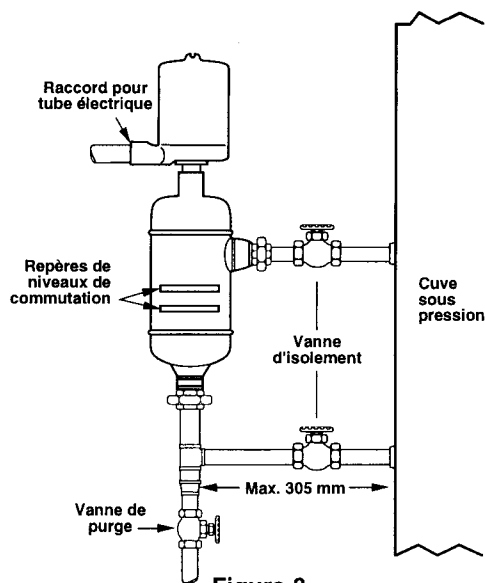

Figure 3
La figure 3 illustre une installation typique d'un appareil Magnetrol Série 75 sur une cuve sous pression. Les repères indiqués sur l'appareil indiquent les trois niveaux de commutation pour un liquide de densité minimum. Voir le tableau des niveaux de commutation page 7 pour un appareil à un commutateur et pour différentes densités minimum du liquide.
a. Fermer le cas échéant les vannes d'isolement afin d'isoler l'appareil du réservoir. Vidanger le liquide se trouvant dans la cage du flotteur. Voir **figure 3**, page 3.